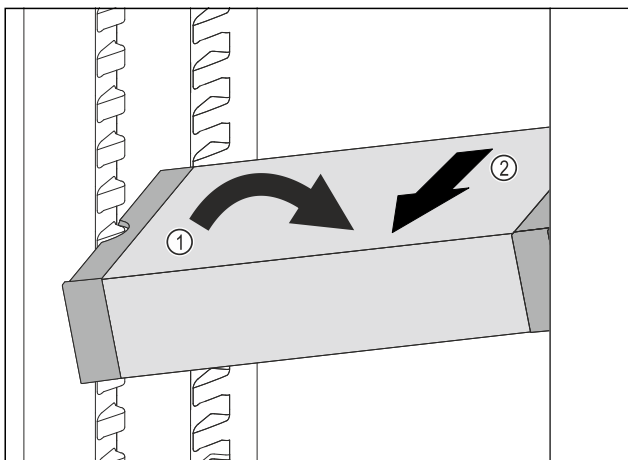

Fig. 133
- ▶ Coloque el VarioSafe en el compartimento del frigorífico en posición oblicua. Fig. 133 (1)
- ▶ Extraiga el VarioSafe hacia delante. Fig. 133 (2)